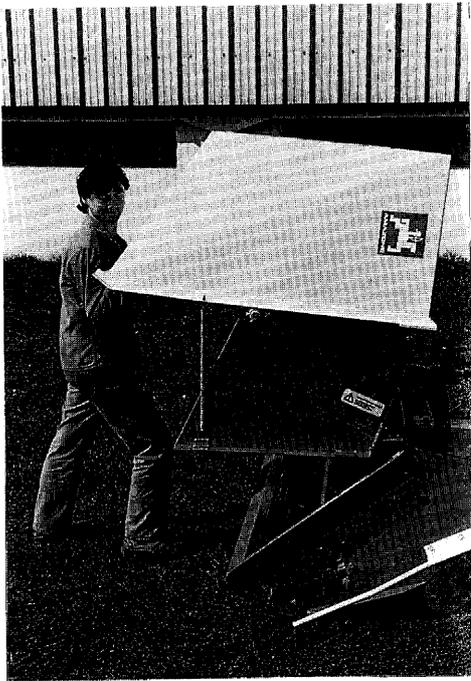

fig. 7
- Fangkorb mit Haube anheben (Fig 7),